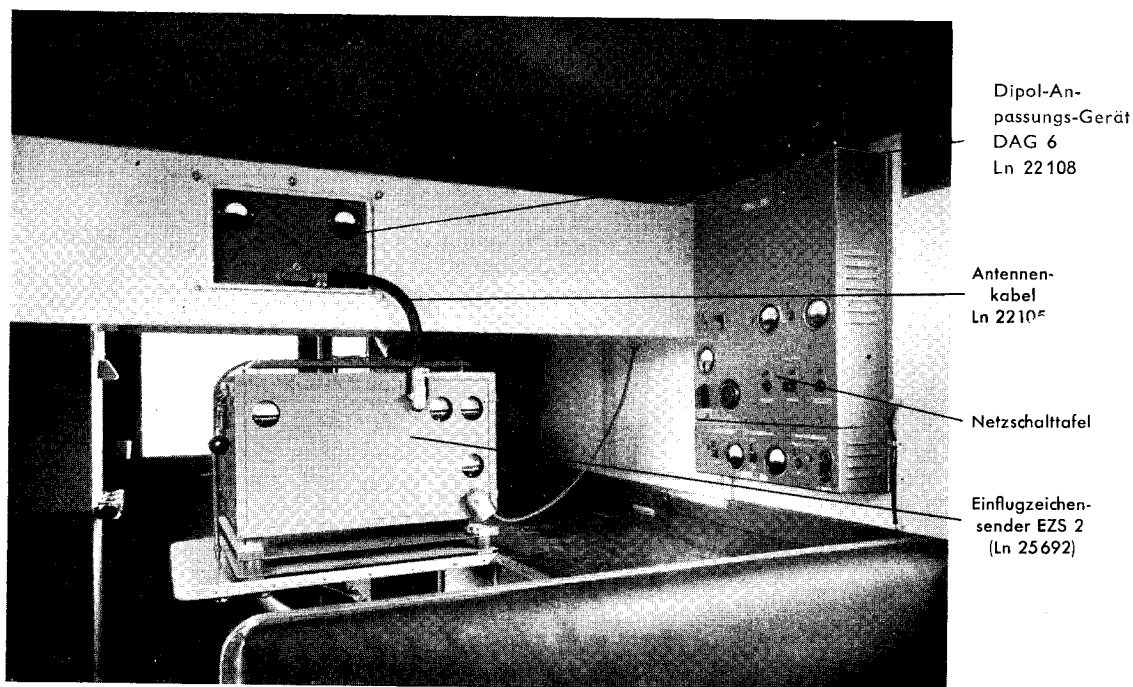

Abb. 10. Der fahrbare EZ-Sender, Innenansicht des Fahrzeuges mit Sender, Dipol-Anpassungs-Gerät und Netzschalttafel
Beim Einsatz des Senders als fahrbarer EZ-Sender wird eine besondere Antennen-Abstimmungsvorrichtung, das Dipol-Anpassungs-Gerät DAG 6 über ein zweiadriges HF-Kabel an den Senderausgang („Antenne“) angeschlossen. Dieses Dipol-Anpassungs-Gerät besteht (vgl. Anlage 2, St 521 911) aus einem Antennen-Anpassungstransformator (1), zwei Drehkondensatoren (2/3) und zwei HF-Stromwandlern (4/6) einschließlich zwei Strommessern und ist im Innern des Kraftwagens oberhalb des Sendegeräts befestigt; er wird beiderseits an die von außen anzusteckenden Antennenstäbe angeschlossen und auf gleiche Ströme abgestimmt. Zur Sicherung der Abstimmkondensatoren gegen Verstellung dient eine Feststellvorrichtung, die durch Lockern je einer Schraube gelöst wird (siehe Abb. 10).